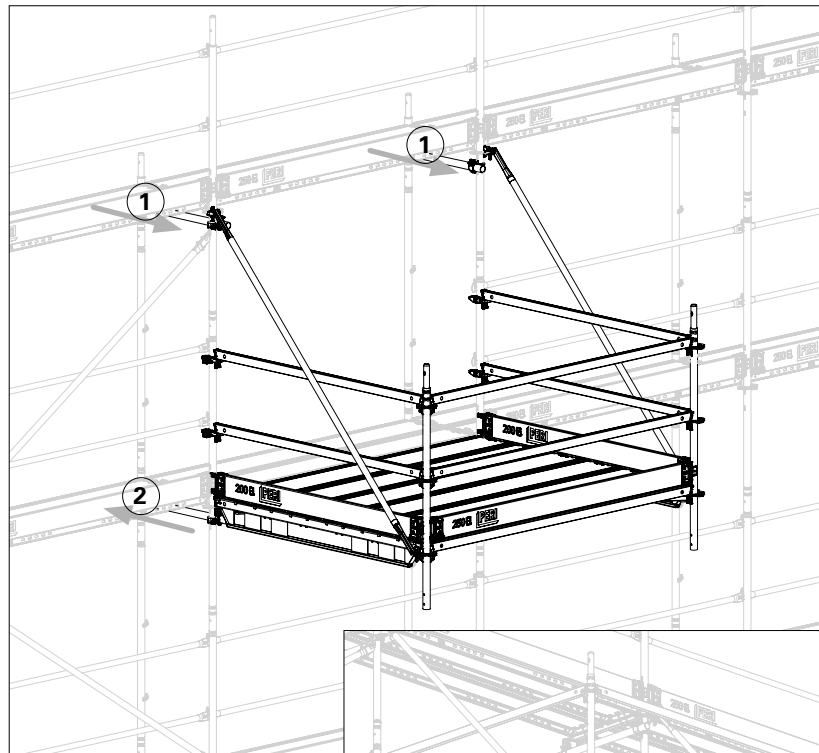

Fig. H.02
- ① = tensile force
- ② = compressive force
- (Fig. H.02 + H.03)